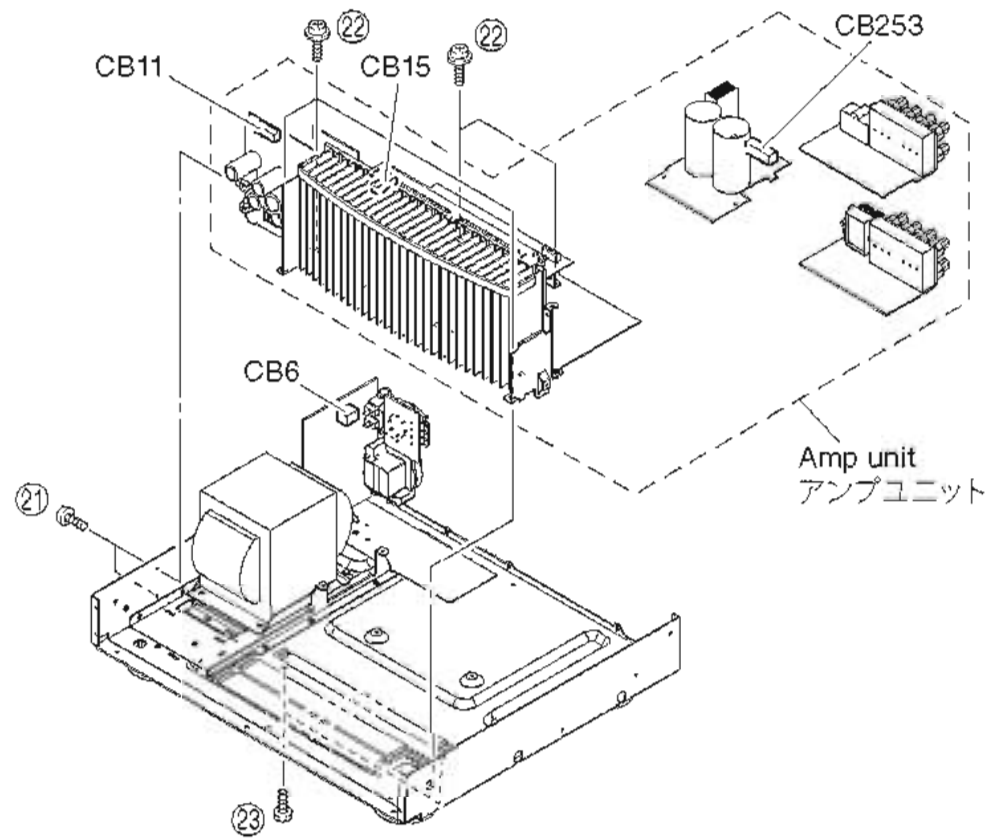

Fig. 10
- a. Remove 2 screws (21), 5 screws (22) and 2 screws (23). (Fig. 10)
- b. Remove CB6, CB11, CB15 and CB253. (Fig. 10)
- c. Remove the amp unit. (Fig. 10)
- a. 21のネジ2本、22のネジ5本、23のネジ2本を外します。(Fig. 10)
- b. CB6、CB11、CB15、CB253を外します。(Fig. 10)
- c. アンプユニットを取り外します。(Fig. 10)